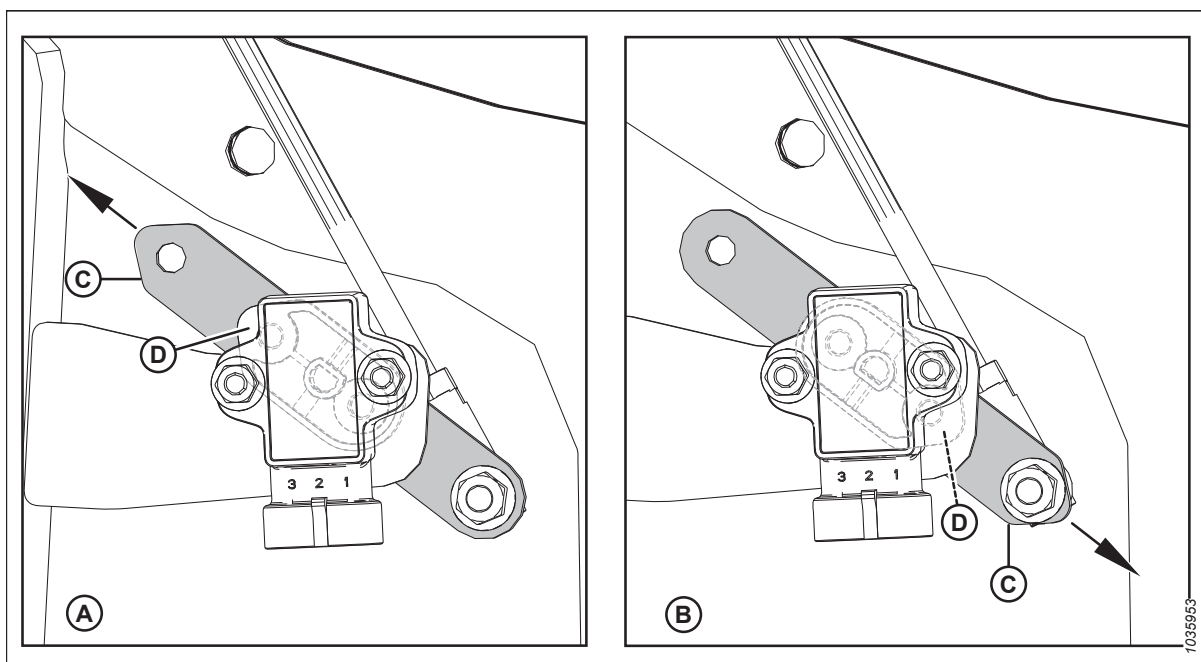

Figure 3.188: Configurations du bras/pointeur du capteur
4. Veillez à ce que le bras (C) et le pointeur (D) du capteur soient configurés correctement pour la plateforme. Pour obtenir des instructions, consultez la figure 3.188, page 174.